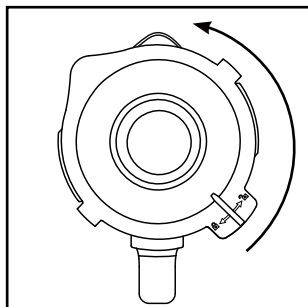

Bild 1
- 2) Ta av locket **2** genom att vrida det motsols mot läge (se bild 1) tills det lossnar och kan tas av.